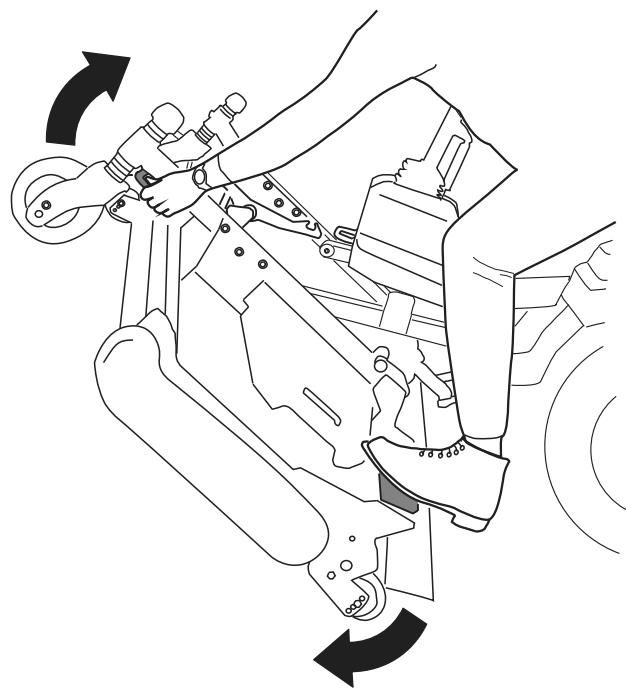
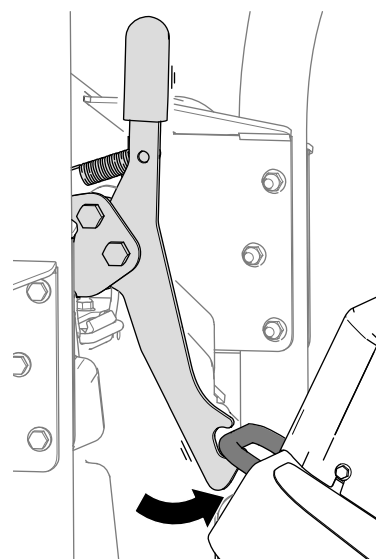
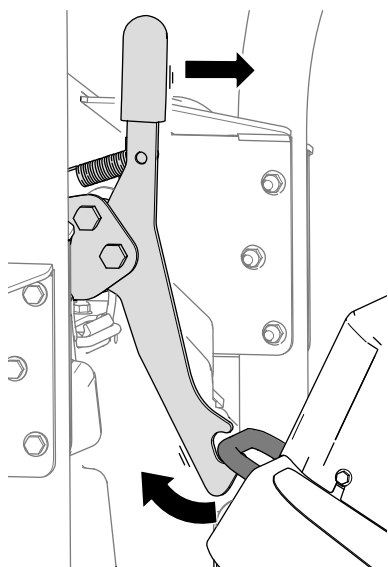

Рисунок 36
Рисунок 37
Рисунок 38
5. Поверните режущий блок (**Рисунок 36**) так, чтобы защелка вошла в зацепление с крепежным кронштейном (**Рисунок 37**).
1. Освободите защелку режущего блока от крепежного кронштейна (**Рисунок 38**), для этого немного поверните режущий блок вперед (см. **Рисунок 36**) и потяните рукоятку защелки вперед.